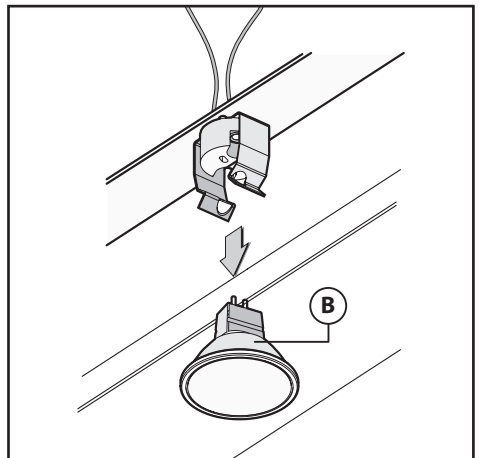

Fig.7
• **Sostituzione delle lampade alogene (Fig.7):**
Per sostituire le lampade alogene **B** dall'interno della cappa spingere verso il basso con due dita come è raffigurato in Fig.7. Sostituire con lampade dello stesso tipo.